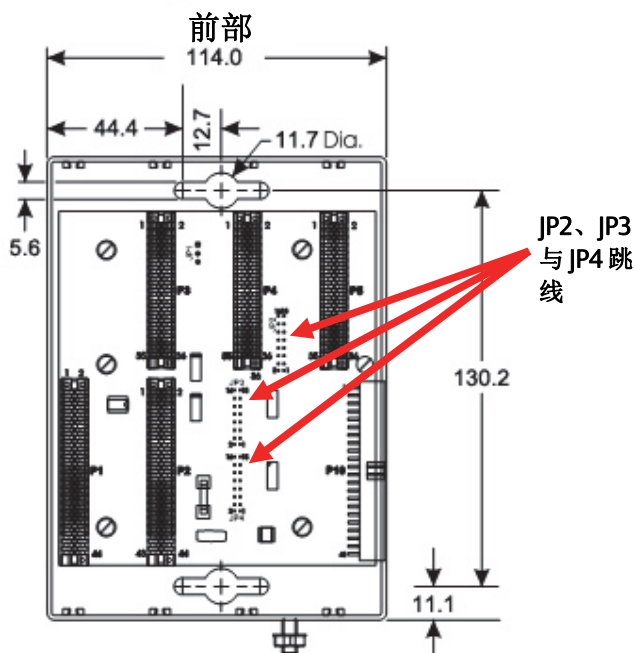

图2. ControlWave Micro 4 槽基本壳体尺寸（以毫米为单位）
- **基本壳体。** 将其放置在机柜装配板上的合适位置，使用 ControlWave Micro 作为模板找到面板上的安装孔。尺寸信息请参见图2。对板上的安装孔位置进行钻孔攻丝。将 ControlWave Micro 放置在钻攻好的位置上并使用四个螺丝（未提供）固定到装配板上。以大约 1.1 至 1.4 牛米的转矩拧紧螺丝。
注： 如果您将扩展壳体连接到 4 槽或 8 槽基本壳体上，请从 4 槽或 8 槽基本壳体的背板上拆下三个总线端子（JP2、JP3 和 JP4，如图2 所示）。
基本壳体有一个接地片（参见图2），可接纳尺寸最大为 5.19 毫米 (4 AWG) 的线。在安装基本壳体及任何扩展壳体之后，以及在基本壳体或扩展壳体中安装任何模块**之前**，您**必须**在基本壳体接地片和已知的良好接地之间连接接地线。所有接地的地面与接地棒或接地网之间的阻抗必须为 2.0 欧姆或以下（使用接地系统检测器检测）。ControlWave Micro 的机柜接地与接地棒或接地网之间的接地导体的阻抗应为 1 欧姆或以下。